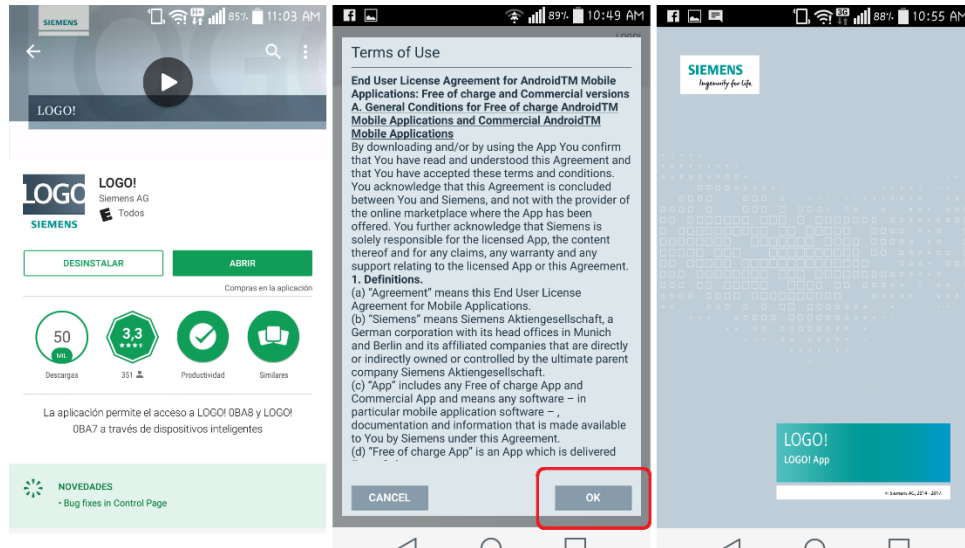

Ilustración 50 Descargar la app
- e. Ya agregado el, o los PLC's, nos guiamos de la siguiente imagen (ilustración 50), y seguimos los pasos uno a uno, para así quedar a solo asignarle las variables a controlar con la aplicación.
- Tenemos en cuenta que en el paso 1, que nos muestra la ilustración 50, es para seleccionar el PLC que queremos monitorizar o controlar.